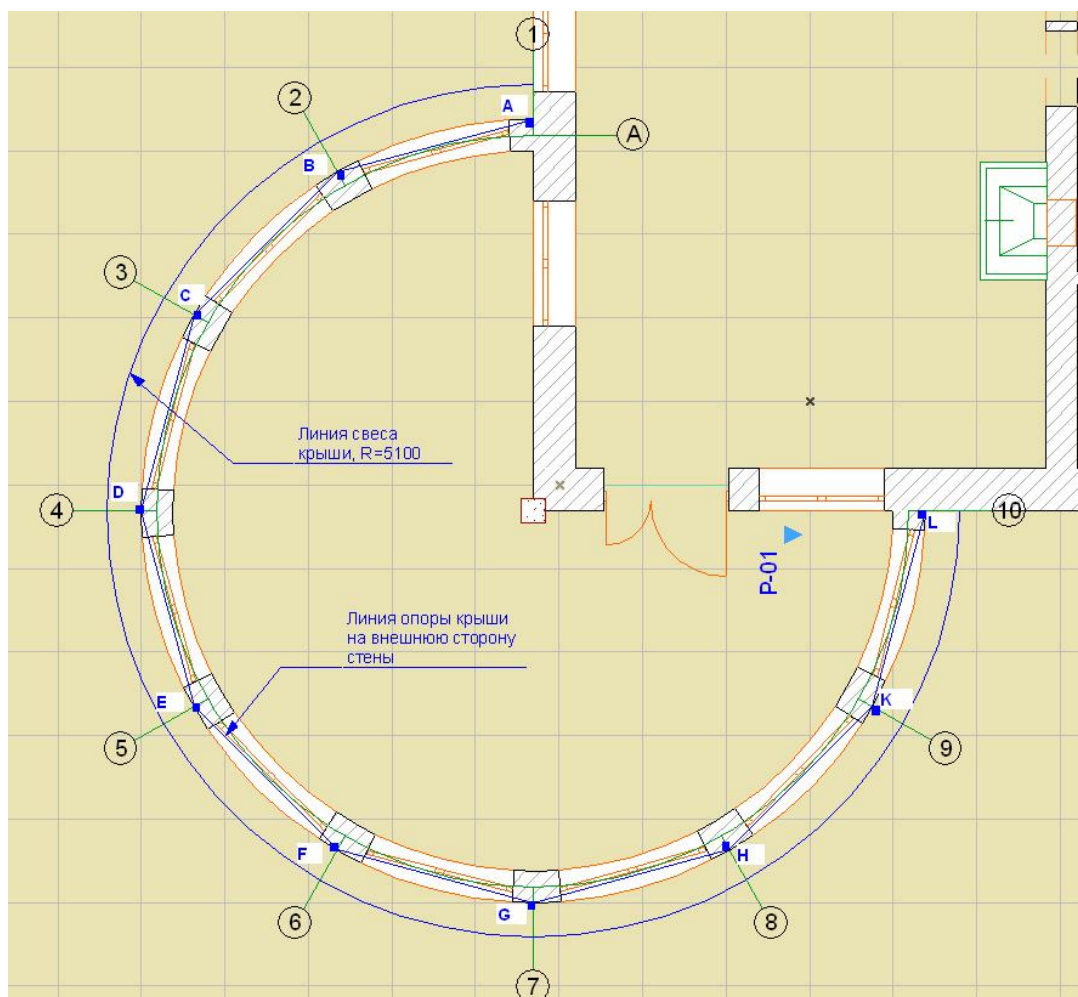

Рис. 4.3. Вспомогательные геометрические построения для установки крыши.
6. Построение окон. В ближайший проем к стене дома, по центру (на глаз) вставить окно с параметрами: ширина – 1800, высота – 2000, высота от пола – 200. Выделить окно, и далее, используя функцию тиражирования, сделать сразу еще 8 окон. Отстояние от наружной стены 120мм (см. рис. 4.3.). Окно 2-х створчатое распашное.
8. Построить вспомогательные линии А-В-С-D-...-L, они являются наружной плоскостью стены (использовать полилинию, см. рис. 4.3.).